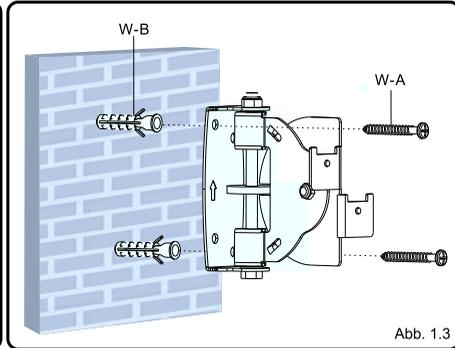

Abb. 1.3
- Bohren Sie diese Löcher mit einem 8 mm Steinbohrer mindestens 50 mm tief. Legen Sie einen Betonanker (W-B) in jedes dieser Löcher. Befestigen Sie die Wandplatte mit zwei Holzschrauben (W-A) (Siehe Abb. 1.3).